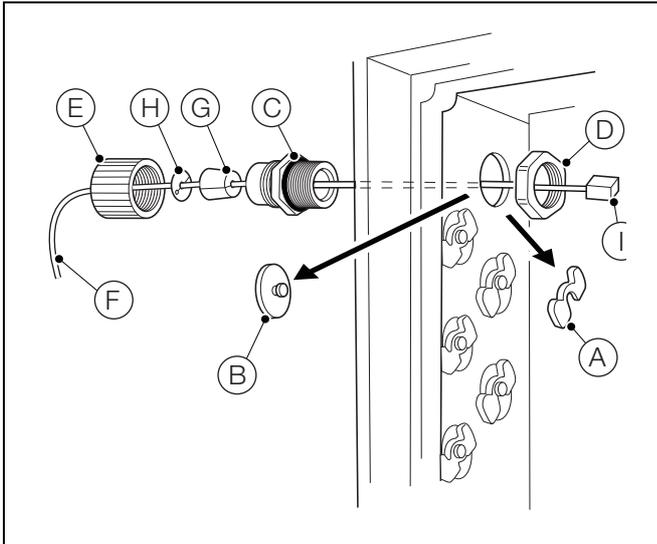
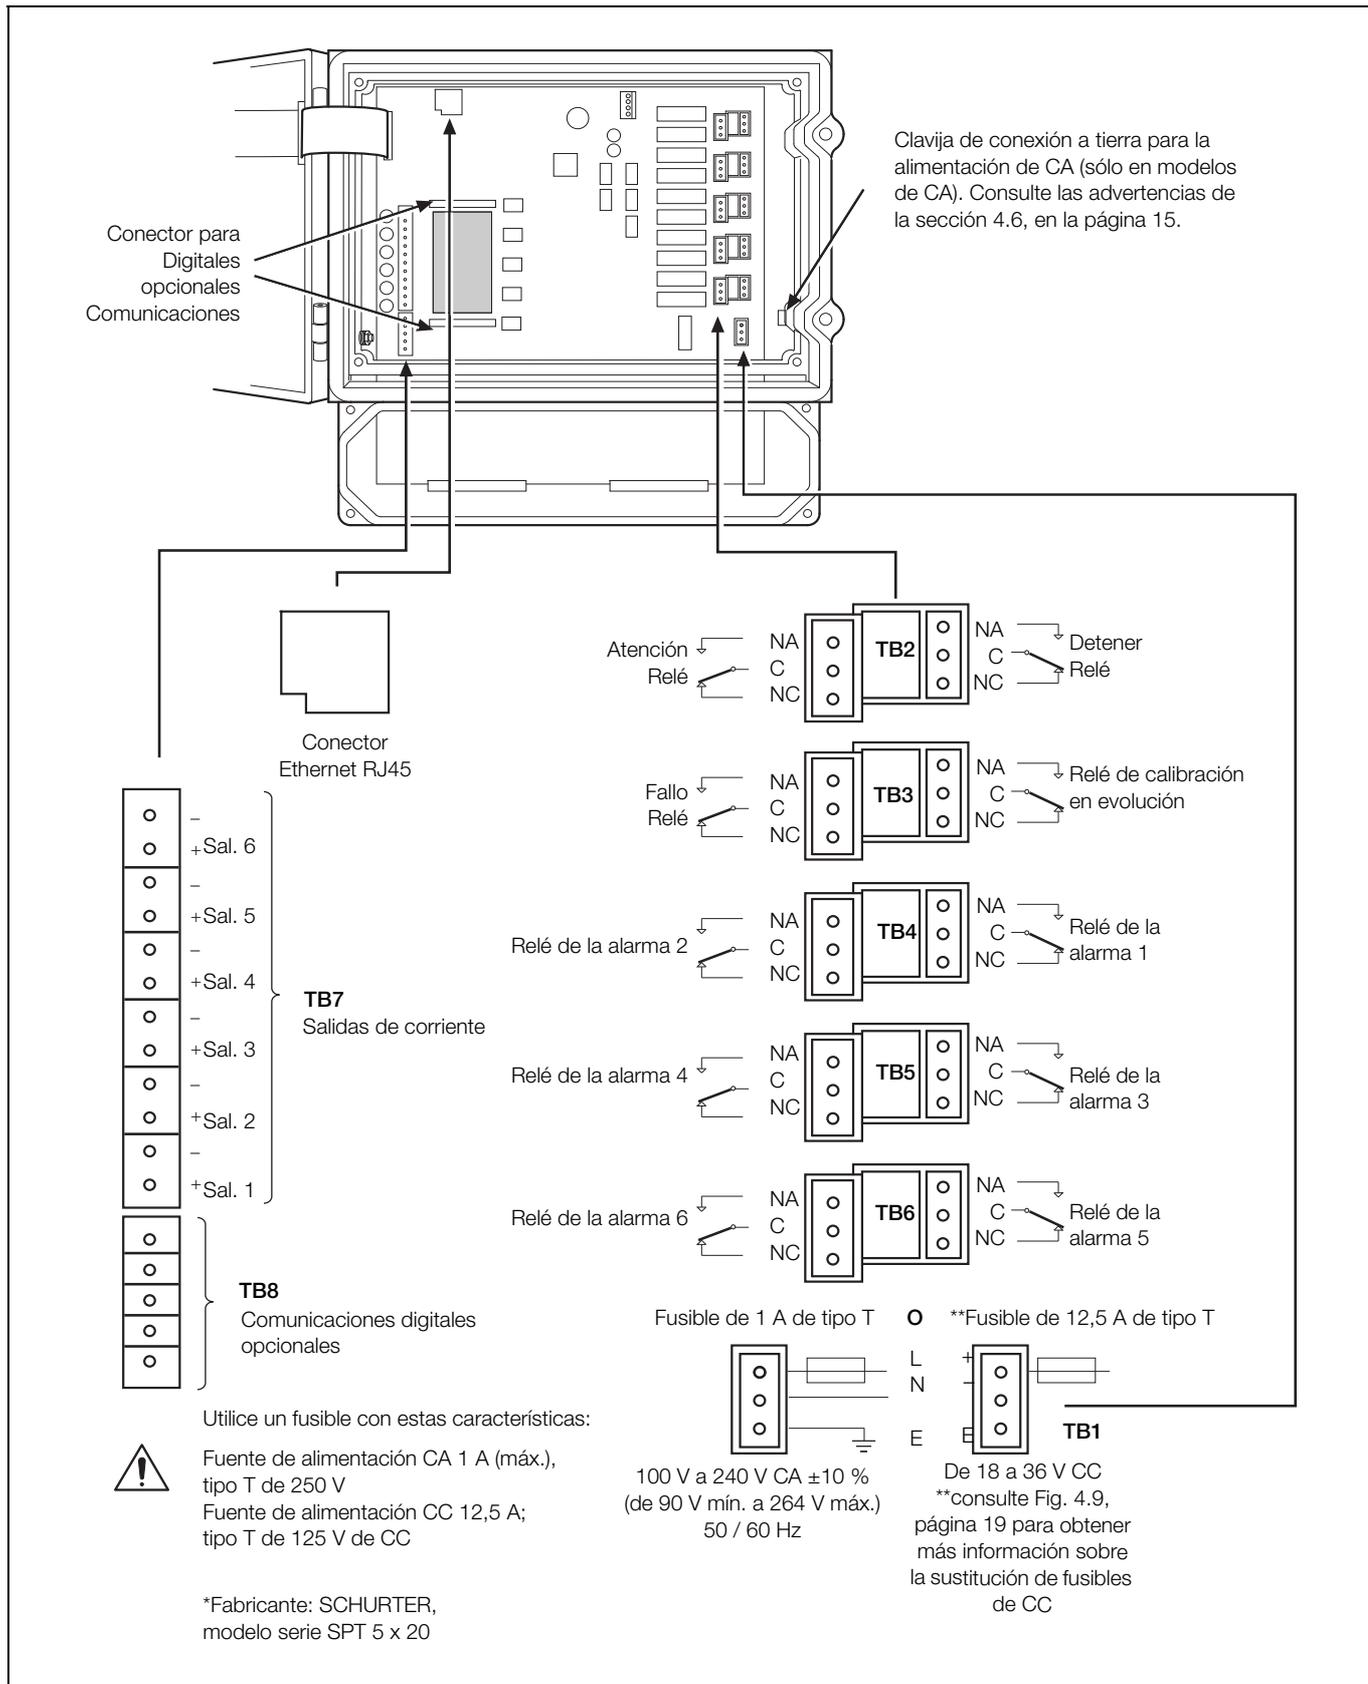

Fig. 4.6 Conexiones Ethernet
Fig. 4.7 Descripción general de las conexiones
- Asegúrese de que están colocados los fusibles correctos (consulte la Fig. 4.7 en la página 18 si desea obtener más información sobre los fusibles).
- Las etiquetas de conexión de la tarjeta de aplicación para los bloques de terminales se identifican en la Fig. 4.7 de la página 18.
1. Gire los dos tornillos de retención de la puerta de la sección electrónica (A)  $1/4$  de vuelta en sentido contrario a las agujas del reloj y abra la puerta.
2. Utilice un destornillador de punta en cruz para quitar los cuatro tornillos B y retire la cubierta transparente (C).
3. Para cada entrada de cable, separe la pinza de retención (D) del tapón de obturación (E) y desmonte dicho tapón.
4. Encaje el prensaestopas (F) y asegúrelo utilizando la tuerca (G).
5. Retire la tapa del collarín (H) e introduzca el cable (I) por ésta.
6. Pase el cable por el collarín (F) y a través de la carcasa del dispositivo.
7. Retire cada enchufe de conexión del bloque de terminales (J) y, con ayuda de un destornillador pequeño de punta plana, realice las conexiones en cada enchufe. Asegúrese de que los cables están conectados a los terminales correctos; consulte la Fig. 4.7 de la página 18.
9. Apriete la tuerca de casquillo (H) de cada conexión realizada.
11. Cuando se realicen todas las conexiones, reemplace la cubierta transparente (C) y asegúrela con los cuatro tornillos (B). Cierre la puerta a la sección de electrónica y asegúrela girando los dos tornillos de retención de la puerta (A)  $1/4$  de giro en sentido horario.
2. Con referencia a Fig. 4.6:
- a. Deslice la pinza de retención (A) del tapón de obturación (B) y desmonte dicho tapón.
- b. Encaje el collarín de cable (C) y asegúrelo utilizando la tuerca (D).
- c. Retire la cubierta del collarín (E) e introduzca el cable (F) a través de éste.
- d. Coloque el buje de separación de goma (G) y la arandela de separación (H) sobre el cable.
- e. Pase el cable por el collarín (C) y a través de la carcasa del equipo.
- f. Enchufe el conector RJ45 (I) en la ranura del conector Ethernet RJ45 de la tarjeta de aplicación (consulte la Fig. 4.7 de la página 18 para obtener los detalles de ubicación) y apriete la tuerca del casquillo (E).